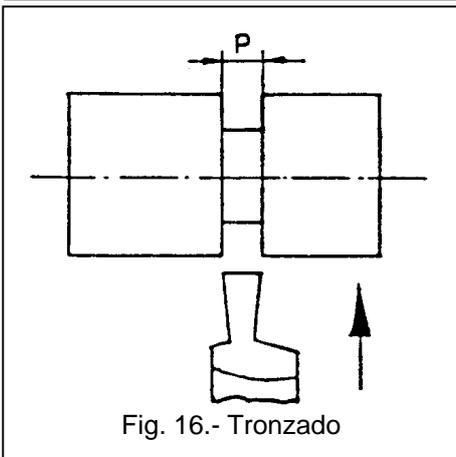

Fig. 16.- Tronzado
**Torneado. Tronzado y ranurado:** La profundidad de pasada coincide con el ancho de la herramienta. (Fig. 16)